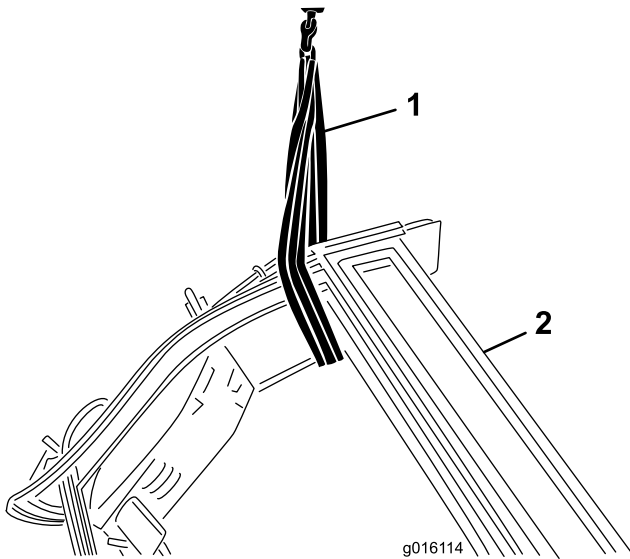

Bild 1
3. Nehmen Sie zum Anheben der Plattform die Türen ab, wenn eine Kabine montiert ist. Entfernen Sie die hinteren Halteringe von den linken und rechten Kabinenstützhalterungen. Legen Sie einen geeigneten Heberiemen durch die Kabinenseiten und über das Dach. Befestigen Sie ihn mit einer Hebevorrichtung, die eine Mindesthubkapazität von 350 kg hat (Bild 1).